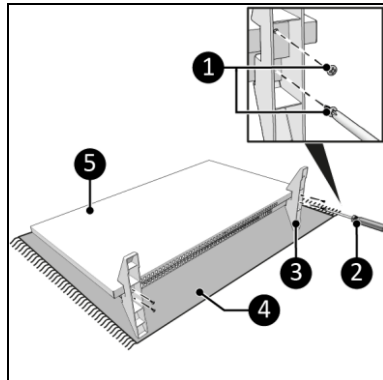

Figure 7
1. Posez l'appareil sur une surface douce et stable (figure 7, pos. 4).
2. Placez les pieds (figure 7, pos. 3) des deux côtés du corps principal (figure 7, pos. 5).
3. Vissez et serrez chaque pied avec deux petites vis (figure 7, pos. 1) à l'aide d'un tournevis Phillips (figure 7, pos. 2).